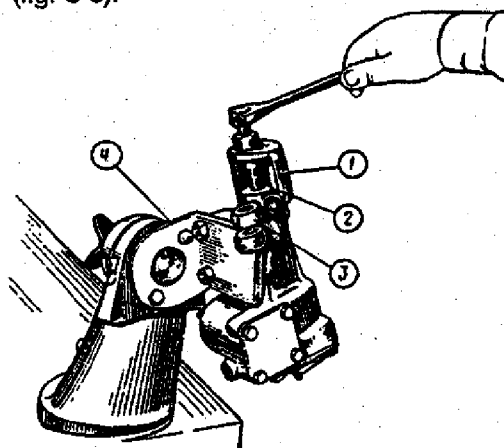

Fig. 5-6. Remoção do braço de comando (Pitman): 1 - extrator A.47043; 2 - árvore do setor; 3 - braço de comando; 4 - suporte A.74076/R.
3. Remover a arruela elástica e, utilizando-se do extrator A.47043, remover o braço de comando (fig. 5-6).
4. Remover os parafusos de fixação e remover a tampa 12 (fig. 5-6) da carcaça, juntamente com o parafuso de ajuste 8, placa de ajuste 9, arruela de retenção 10 e contraporca.